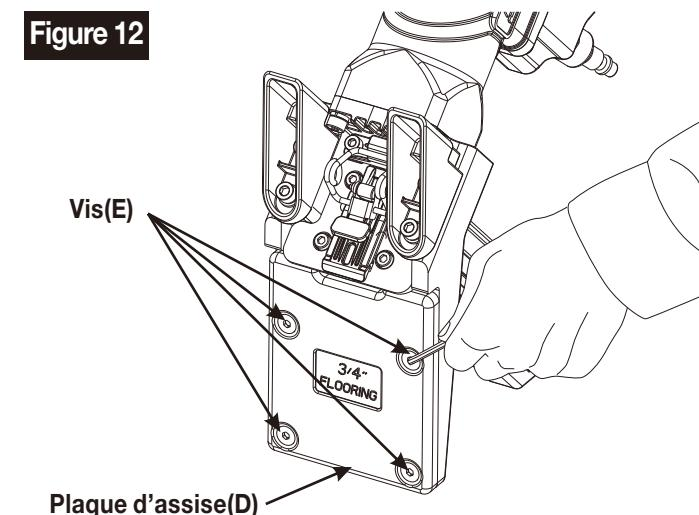

Figure 12
4. Posez l'outil sur le côté de manière à ce que les quatre vis (E) soient visibles.
5. Retirez les quatre vis (E), puis la plaque d'assise(D). (Consultez figure 12)